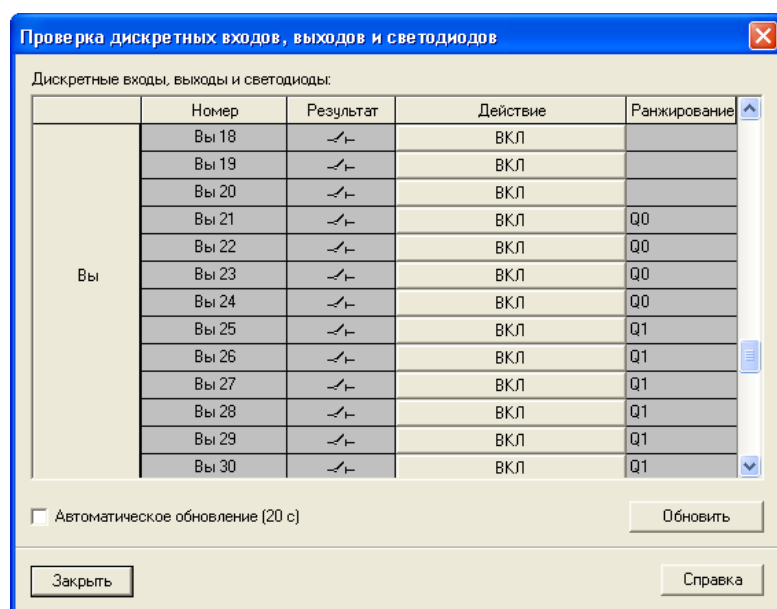

Рисунок 3-22 Тестирование дискретных входов и выходов — пример
- Дважды щелкните на списке **Проверка аппаратного обеспечения**. Откроется одноименное диалоговое окно (смотри рисунок 3-22).